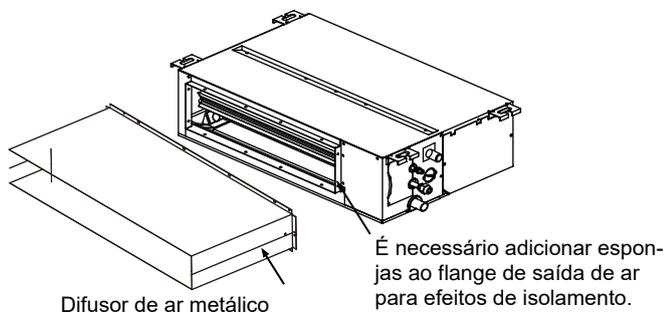

Figura 2.5
3. Quando o painel de saída de ar estiver conectado à flange de saída de ar do corpo da unidade, através do difusor de ar metálico, certifique-se de que a superfície de contacto da chapa metálica está devidamente vedada e isolada com uma esponja, conforme ilustrado na Figura 2.5.